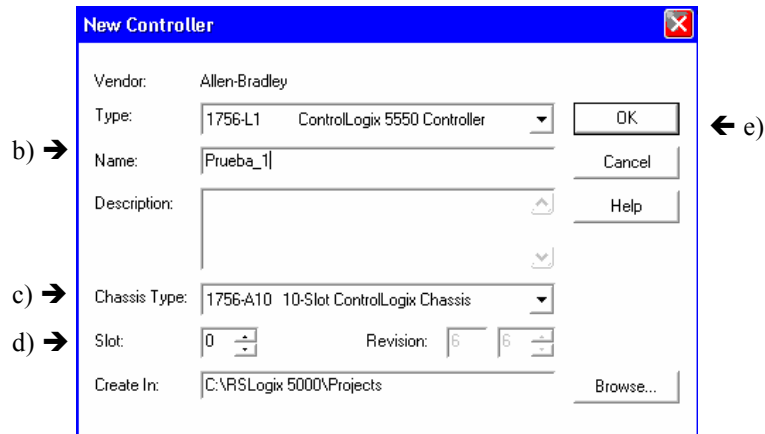

Figura 3.3 Ventana de creación de un proyecto
- Haga clic en *Archivo* y luego en *Nuevo* en el menú principal. Aparece la ventana de la figura 3.3
- h) Haga clic en el tag **Local:X:I.Data**, luego haga clic en la **flecha hacia abajo** que aparece. Deberá aparecer una selección de bits disponible. Vea la Figura 3.3.